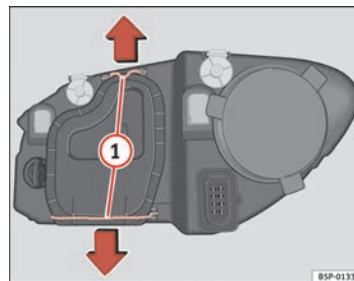

Fig. 166 Médios
- Desloque os tirantes ⇒ página 267, fig. 166 ① no sentido da seta e puxe a tampa.